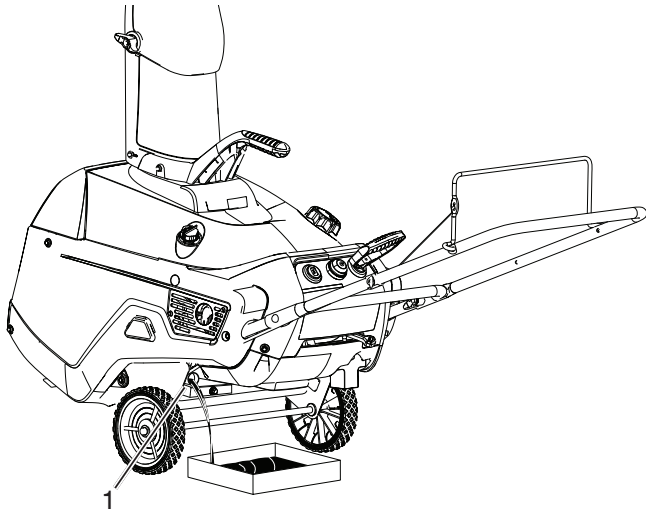

Figure 23
4. Placer un contenant sous le bouchon de vidange d'huile, retirer le bouchon de vidange d'huile, puis basculer la souffleuse vers l'arrière et laisser l'huile usée s'écouler dans le carter de vidange d'huile (Figure 23).
6. Visser le bouchon de remplissage d'huile/la jauge et bien serrer à la main (1).